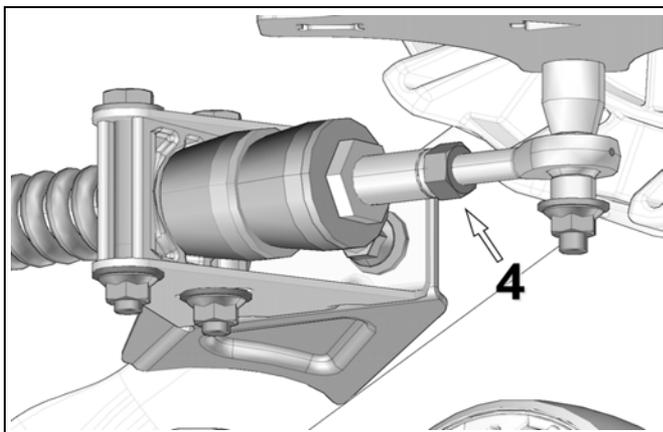

Figure 17
- Une fois le réglage atteint, resserrer le contre-écrou (4) à un couple de 40 N•m (30 lb•pi). Voir la Figure 17.